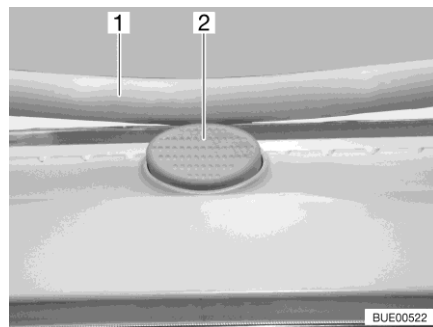

Bild 80 Sicherungsknopf (Heki-Dachhaube)
- Den Sicherungsknopf (Bild 80,2) drücken und den Bügel (Bild 80,1) mit beiden Händen nach unten ziehen.
- Den Bügel mit beiden Händen nach oben drücken, bis der Bügel oberhalb des Sicherungsknopfes (Bild 80,2) liegt.